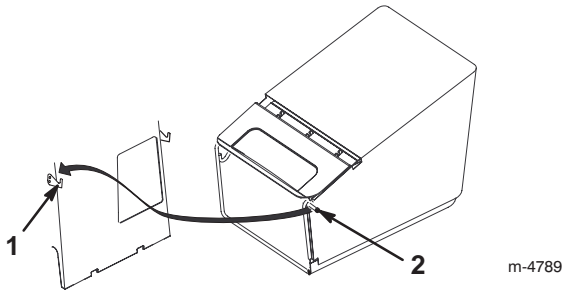

Figura 16
4. Agganciate i perni del telaio del raccoglitore sui ganci, come illustrato nella Figura 16.
4. Sollevate il raccoglitore e togliete i perni dai ganci, come illustrato nella Figura 16.